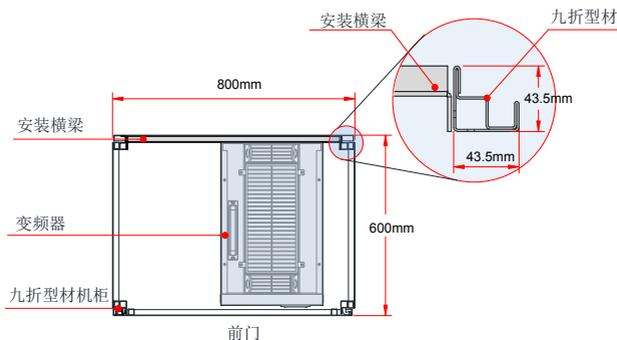

图 3-15 MD500T200G(-L) ~ MD500T450G(-L) 机柜俯视图
1	在九折型材机内安装好变频器固定用的安装横梁（如图 3-15）。
1、建议机柜柜体采用九折型材机柜（PS 机柜），九折型材截面如放大图如图 3-15 所示；